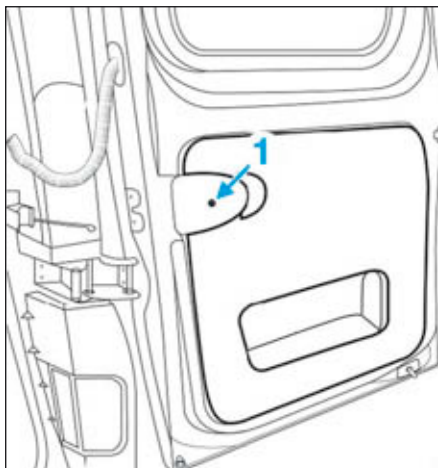

FIG.72
- la vis (1) de la commande de débridage du tirant de porte arrière droite (Fig.72),